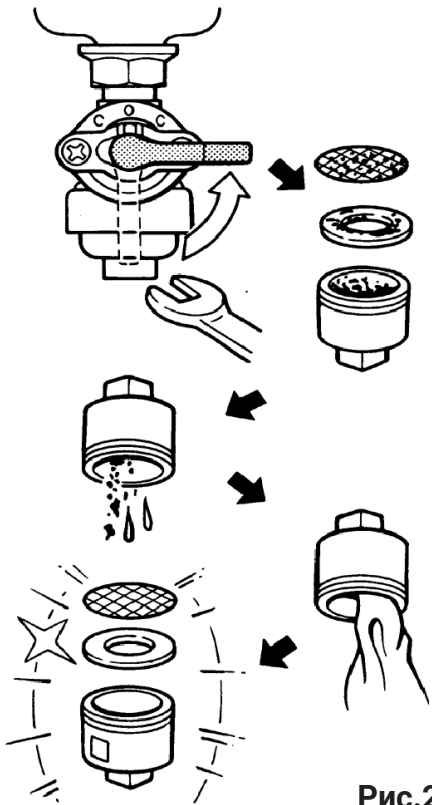

Рис.26
5) ЗАПІРНИЙ КРАН У ЛІНІЇ ПОДАВАННЯ ПАЛИВА (Рис.26)